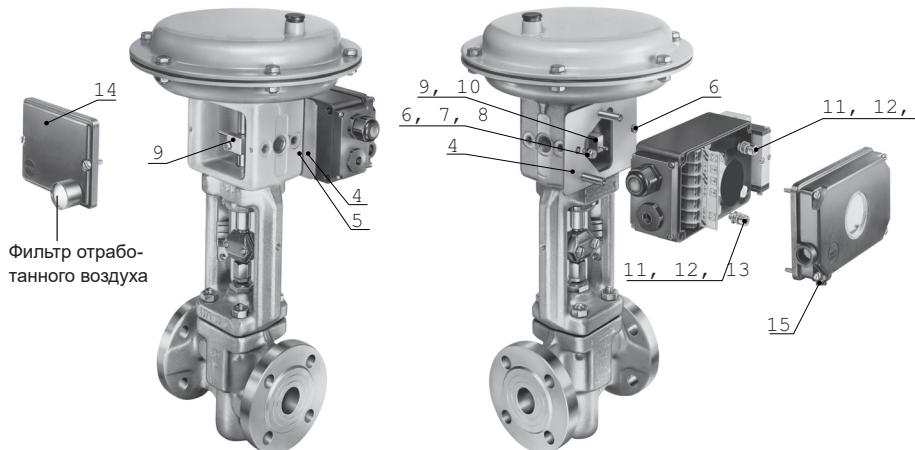

Рис. 4: Монтаж на линейные приводы SAMSON Тип 3277
► Т 8310-1, а также ИМЭ ► ЕВ 8310-6) потребуется монтажный комплект (см. Рис. 4).